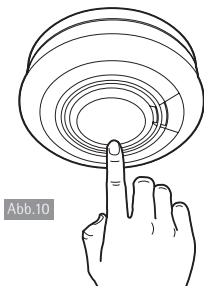

Abb.10
7. Halten Sie an jedem Warnmelder 10 Sekunden lang den Testknopf gedrückt (siehe Abbildung 10), um sicherzustellen, dass er ein akustisches Signal ausgibt. Überprüfen Sie, ob innerhalb dieses Zeitraums auch alle vernetzten Warnmelder ertönen.